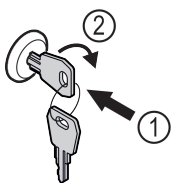

Fig. 55
- ▶ Schlüssel hineindrücken Fig. 55 (1).
- ▶ Schlüssel um 90° im Uhrzeigersinn drehen Fig. 55 (2).